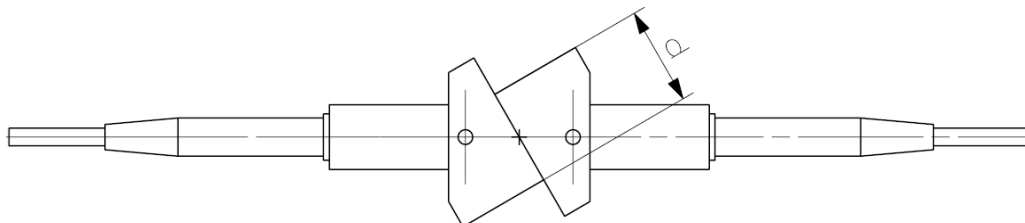

图 3-3 零点校准探头对接示意图
- i). 将 TOFD 探头安装在楔块上后，按照图 3-3 所示将两个探头对接，调节仪器增益、探测范围、显示延迟等参数，使探头对接回波显示在屏幕中央。
- iv). 使用直尺测量图 3-3 所示 d 数值，此数值将用于设置扫描架探头间距，并将二分之一 d 值（即单倍的探头前沿）输入仪器中。